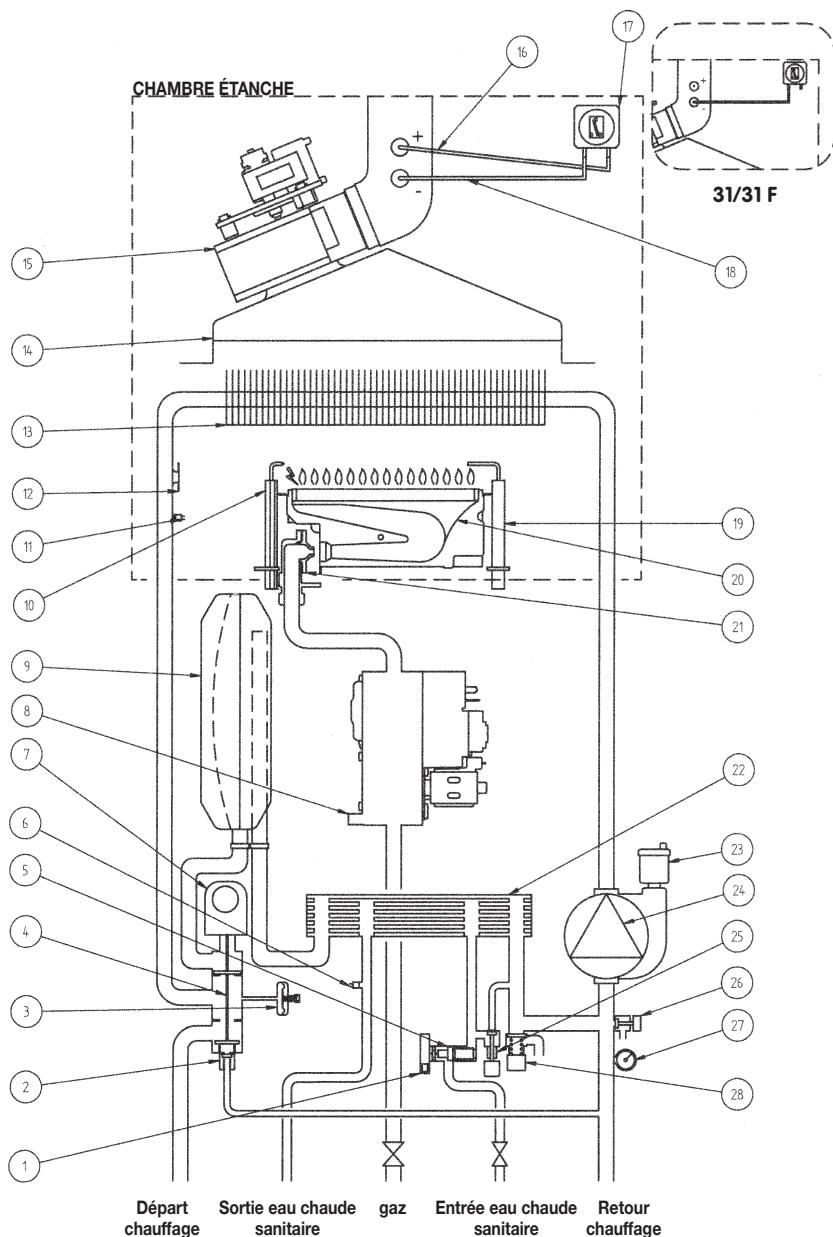

Figure 23
- desserrer les deux vis de fixation - visibles à l'avant - de l'échangeur eau-eau et dégager ce dernier de son logement (fig. 23).